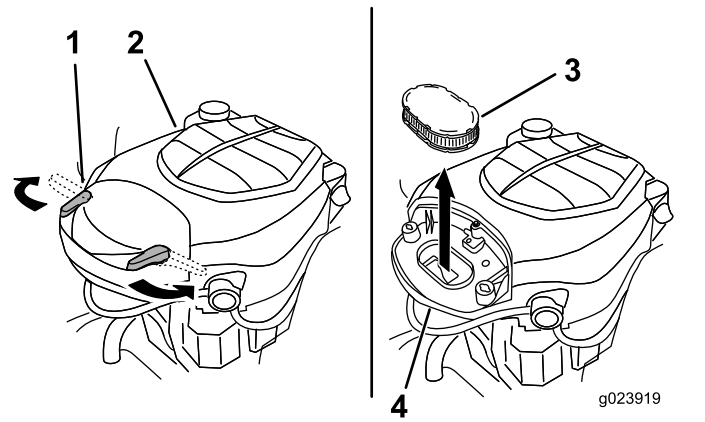

Figure 30
2. Déposez le couvercle pour accéder à l'élément filtrant (Figure 30).
6. Reposez le couvercle et fixez-le avec les verrous (Figure 30).